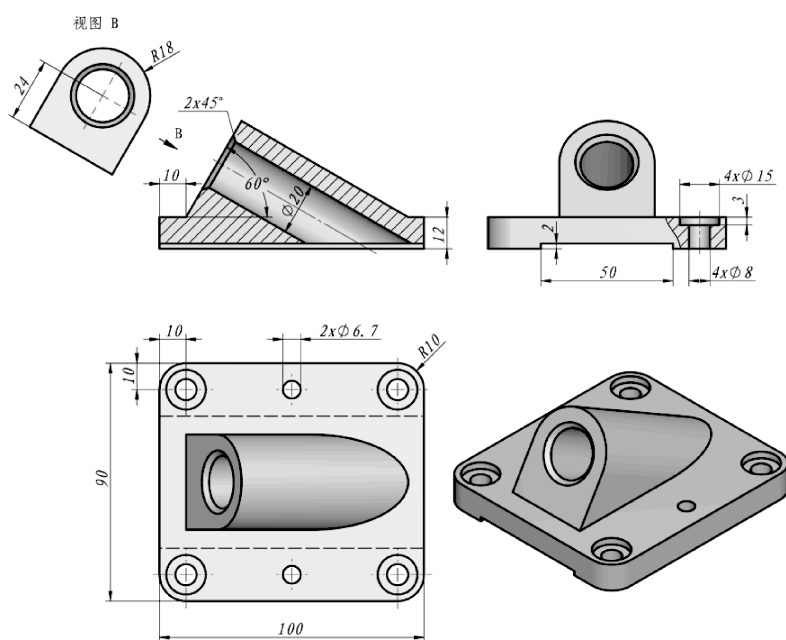

图 3-133 零件模型 2
- (2) 参照图 3-133 构建零件模型，零件体积为 \_\_\_\_\_  $\text{mm}^3$ ？